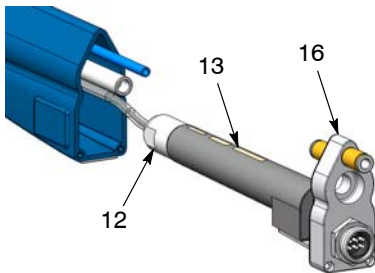

Bild 27 Demontering av multiplikator ur pistolhuset
2. Se bild 27. Drag ut kylflänsen (16) tillsammans med multiplikatorn (13) ur pistolhuset. Fortsätt att dra tills att man kan fatta tag i multiplikatormuttern (12).